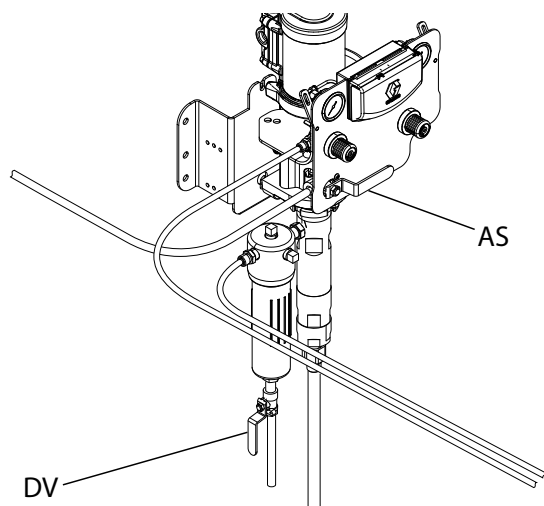

図 8. 供給ポンプの液体および空気遮断弁
2. 空気供給バルブ (AS) をオフにし、すべての供給ポンプから液体供給ドレインバルブ (DV) を抜き、すべての色、触媒、および溶剤の液体供給ポンプをシャットダウンします。図 8 は例として示されていますが、実際の供給ポンプの配置は異なる場合があります。